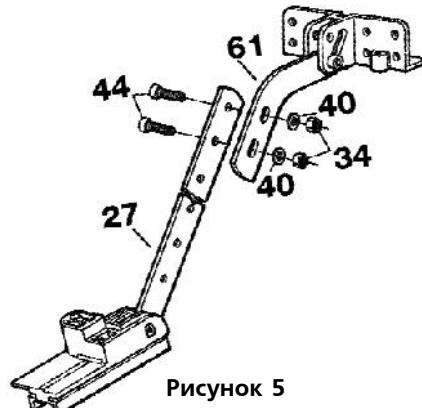
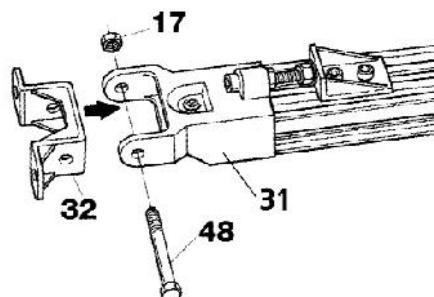

Рисунок 5
Рисунок 6
1. Соединить тягу (27) с изогнутым кронштейном (61) (**рис.5**);
2. Протянуть шнур (24) через сквозное гладкое отверстие штифта разблокировки;
3. Пропустить оба конца через отверстие в колпачке (25) и связать их;
4. Вставить скобу (32) в наконечник (31) и закрепить ее винтом (48) и гайкой (17) (**рис.6**);